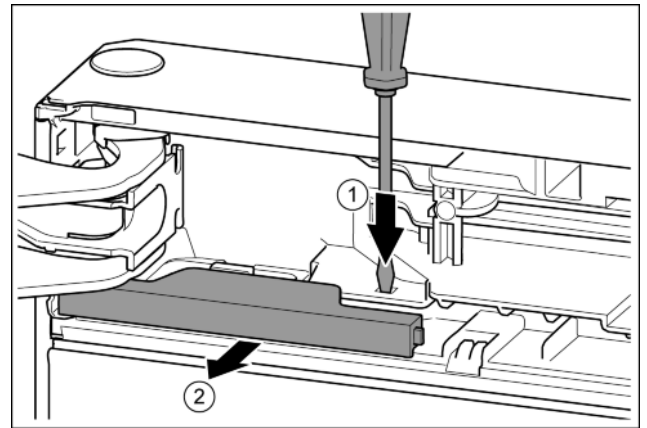

Fig. 9
- ▶ Lasche mit Schlitzschraubendreher drücken. Fig. 9 (1)
- ▶ Abdeckung aus der Verrastung ziehen. Fig. 9 (2)